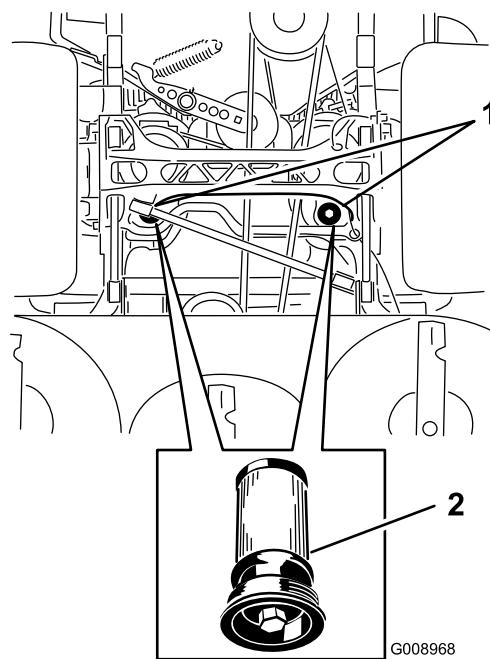

Figura 81
5. Collocate una bacinella di spurgo sotto il filtro, togliete il filtro usato e pulite la superficie (Figura 81).
6. Spalmate un velo di olio idraulico sulla guarnizione di gomma del filtro di ricambio (Figura 81).